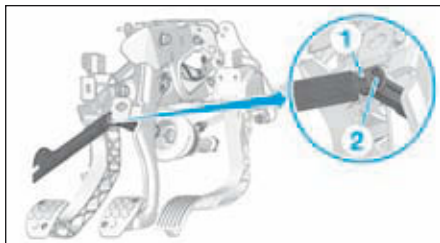

FIG.10
- Appuyer sur le clip de verrouillage (2) (Fig.10).
- Désaccoupler la tige (1) du cylindre émetteur d'embrayage du pédalier à l'aide d'une palette plastique.